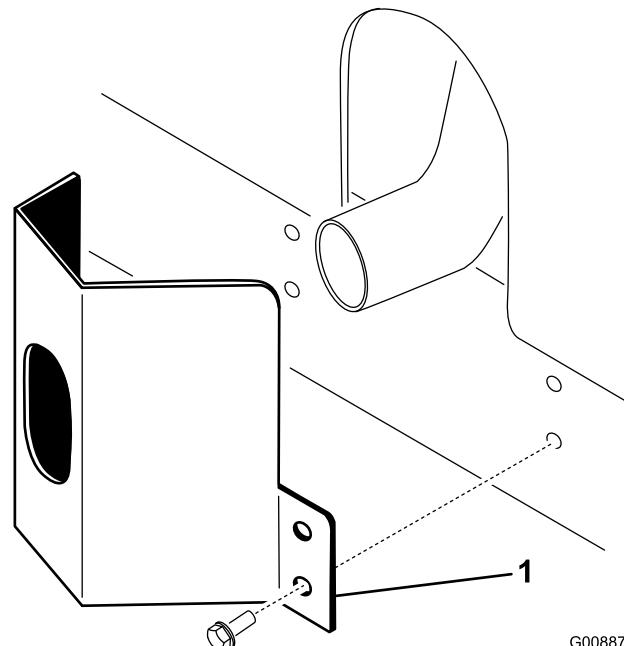

Figura 10
- 2. Prenda a cobertura do escape ao chassis utilizando 4 parafusos autorroscantes (Figura 10).
1. Coloque a cobertura do escape à volta da panela do escape, enquanto estiver a alinha os orifícios de montagem com os orifícios no chassis (Figura 10).